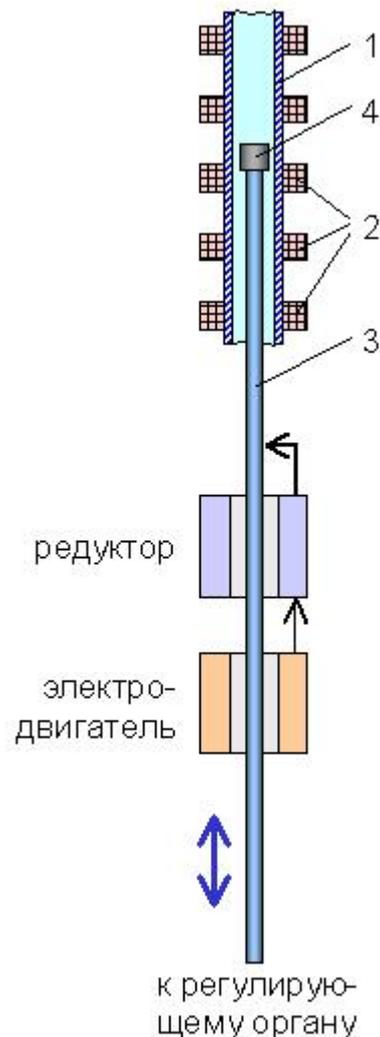
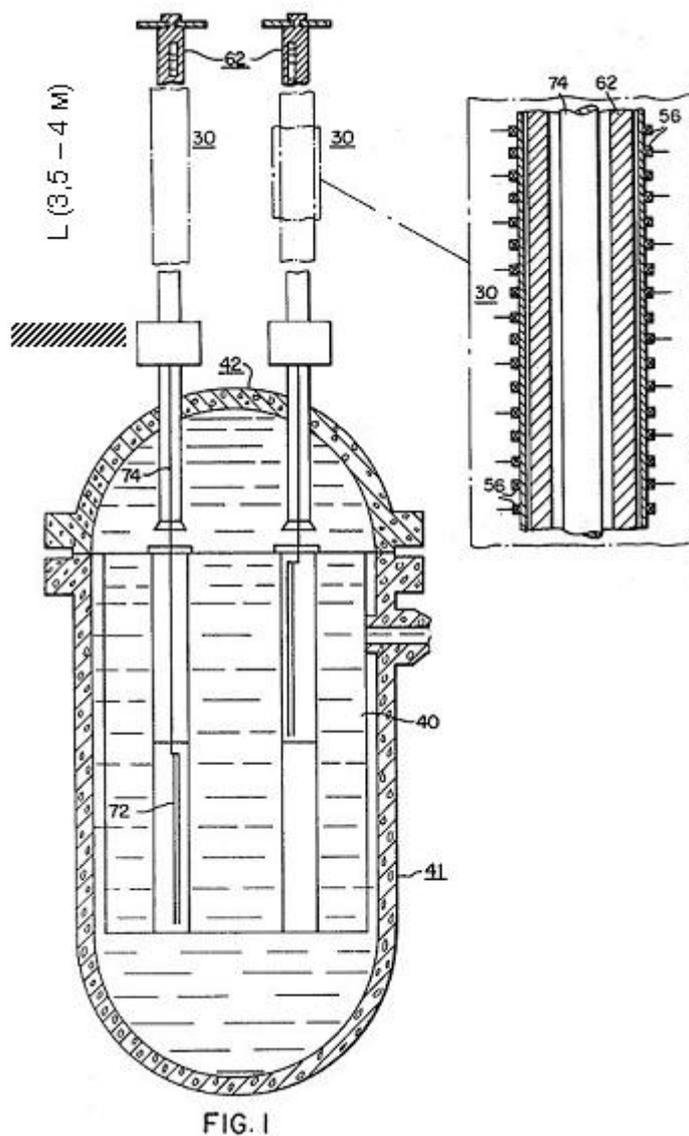

Рис.4. 1 – труба; 2 – катушки; 3 – шток; 4 – магнитный шунт;
Рис.5. 72 – регулирующий орган; 74 – шток; 62 – труба; 30 – датчик положения; [2]
– Если судить по публикациям, например, по патенту 1974 г. № 3 846 771, то все очень похоже (рис.5 и 6). Фактически система индикации аналогична нашей, показанной на рис.4. Не очень понятно только, кто у кого "содрал"...